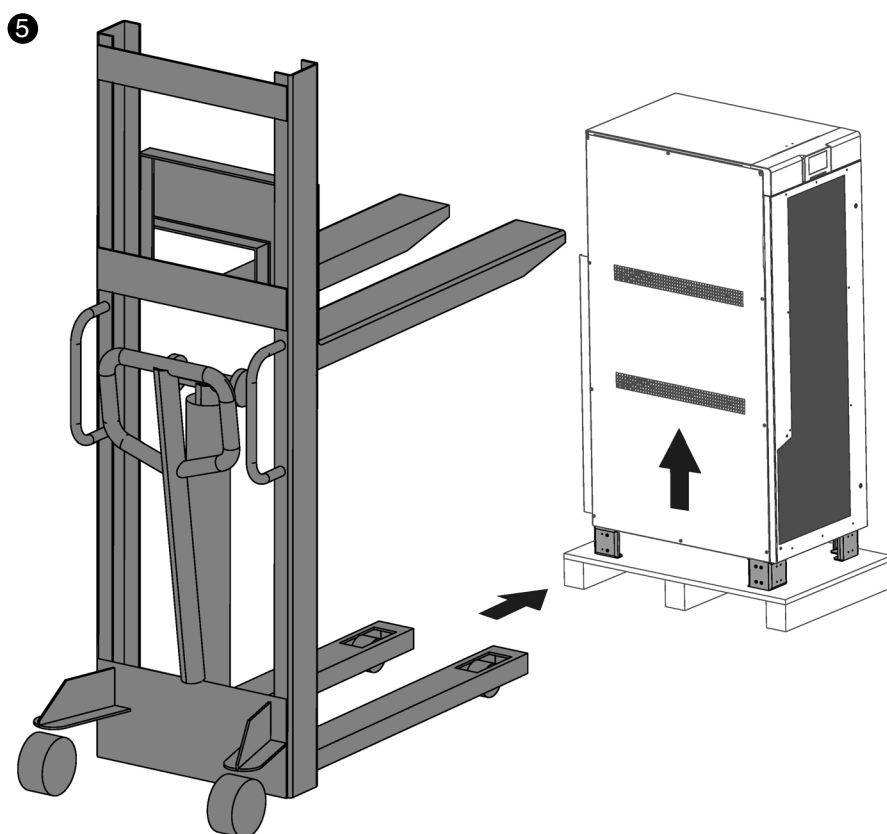

Fig. 32. Levage de l'équipement au moyen d'un transpalette.
- ❺ Procéder à la descente de l'équipement de la palette à l'aide d'un chariot élévateur ou d'un transpalette (Fig. 32).